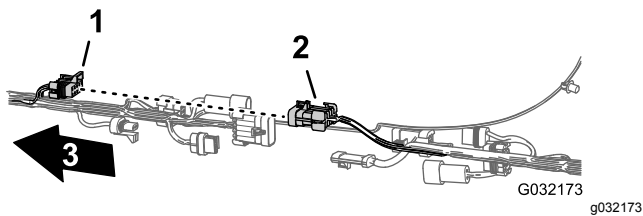
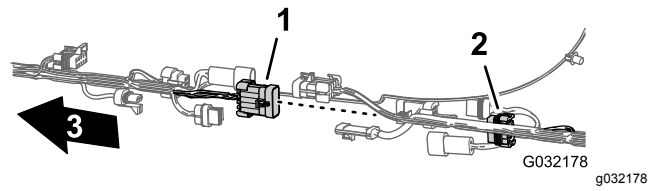

Figura 29
Figura 34
2. Desligue os 6 pares de conectores entre a cablagem dianteira e traseira, como indicado nas figuras Figura 29 a Figura 34.